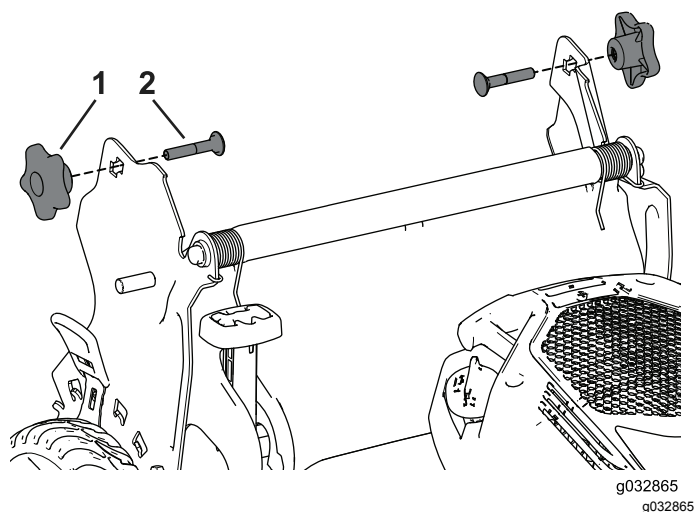

Рисунок 28
3. Вставьте каретный болт (так, чтобы головка болта была направлена внутрь) сквозь кронштейн рукоятки и в верхнее отверстие торцевой части рукоятки. Убедитесь, что квадратная кромка каждого каретного болта вошла в верхнее или нижнее квадратное отверстие соответствующего кронштейна рукоятки (Рисунок 28).